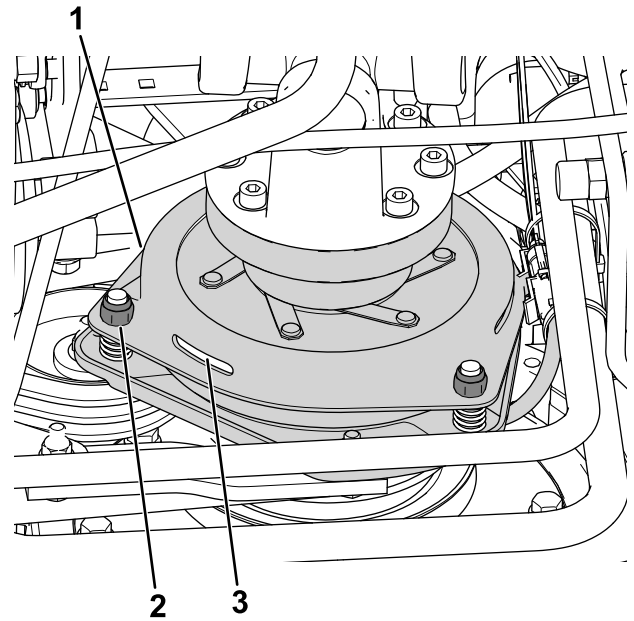

Figura 80
3. Ajuste la holgura hasta que pueda deslizar una galga de 0,3 mm entre la guarnición del embrague y la placa de fricción con una ligera presión (Figura 80).
Nota: La holgura puede reducirse girando las tuercas de ajuste en sentido horario (Figura 80). La holgura máxima es de 0,6 mm. Ajuste las 3 holguras a 0,4 mm.